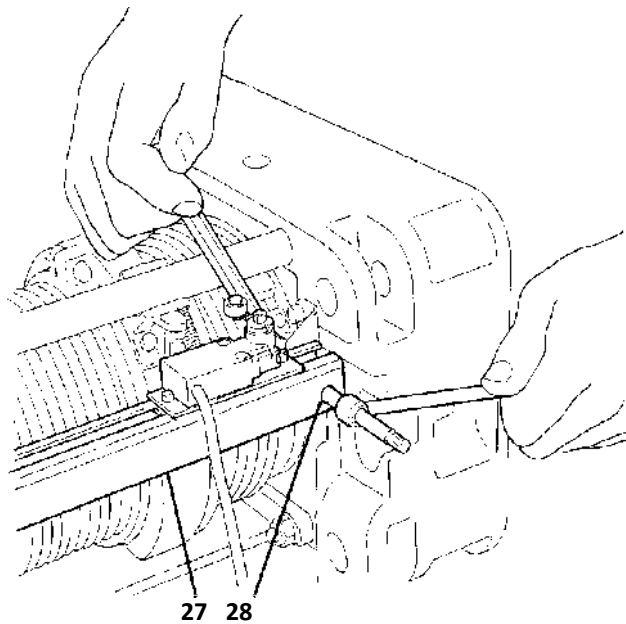

fig.196
7. Zdjąć osłonę wyłącznika krańcowego -27- poprzez usunięcie odpowiednich śrub -28- uważając, aby nie odłączyć lub nie zmienić ustawień wyłączników krańcowych (rys. 196).